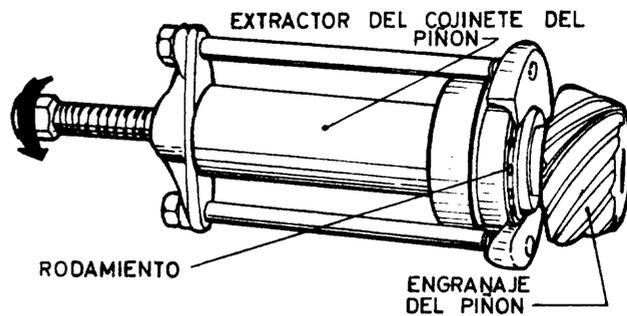

Fig. 4
- d Retire el rodamiento del piñón de ataque usando extractor(fig.4).